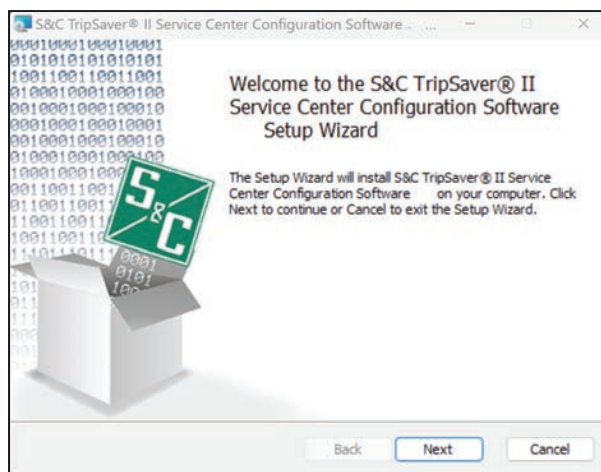

Figura 4. El asistente de configuración de la instalación de SCC.
- PASO 2.** Después de que haga clic en el botón **Install**, espere a que el proceso de inicialización termine. El instalador instalará automáticamente el marco .NET correcto en la computadora en caso de faltar el marco .NET. Cuando el marco .NET sea instalado exitosamente, aparecerá el asistente de instalación para Software de Configuración del Centro de Servicio de TripSaver II de S&C. Ver Figura 4.